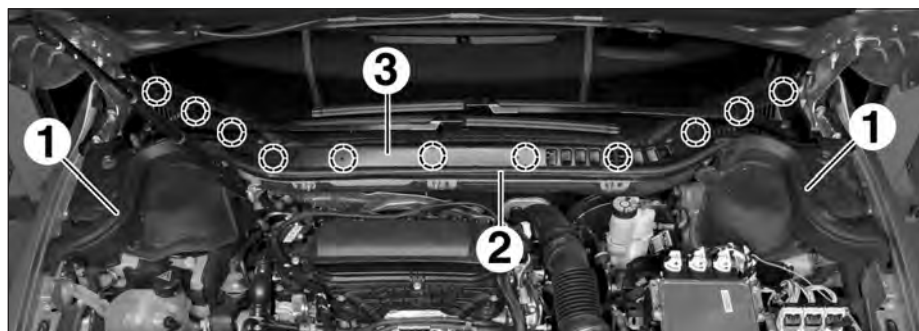

FIG.97
- les cales de mousse (1) (Fig.97),
- le joint (2).
- Dégrafer la grille d'auvent (3).